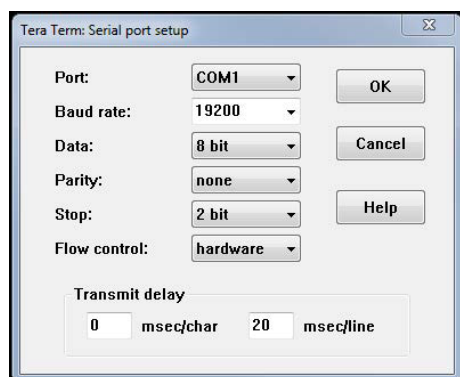

Fig. 7 : Configuration de l'interface série dans Tera Term
3. Configurez l'interface série avec les paramètres requis, comme indiqué sur Fig. 7.